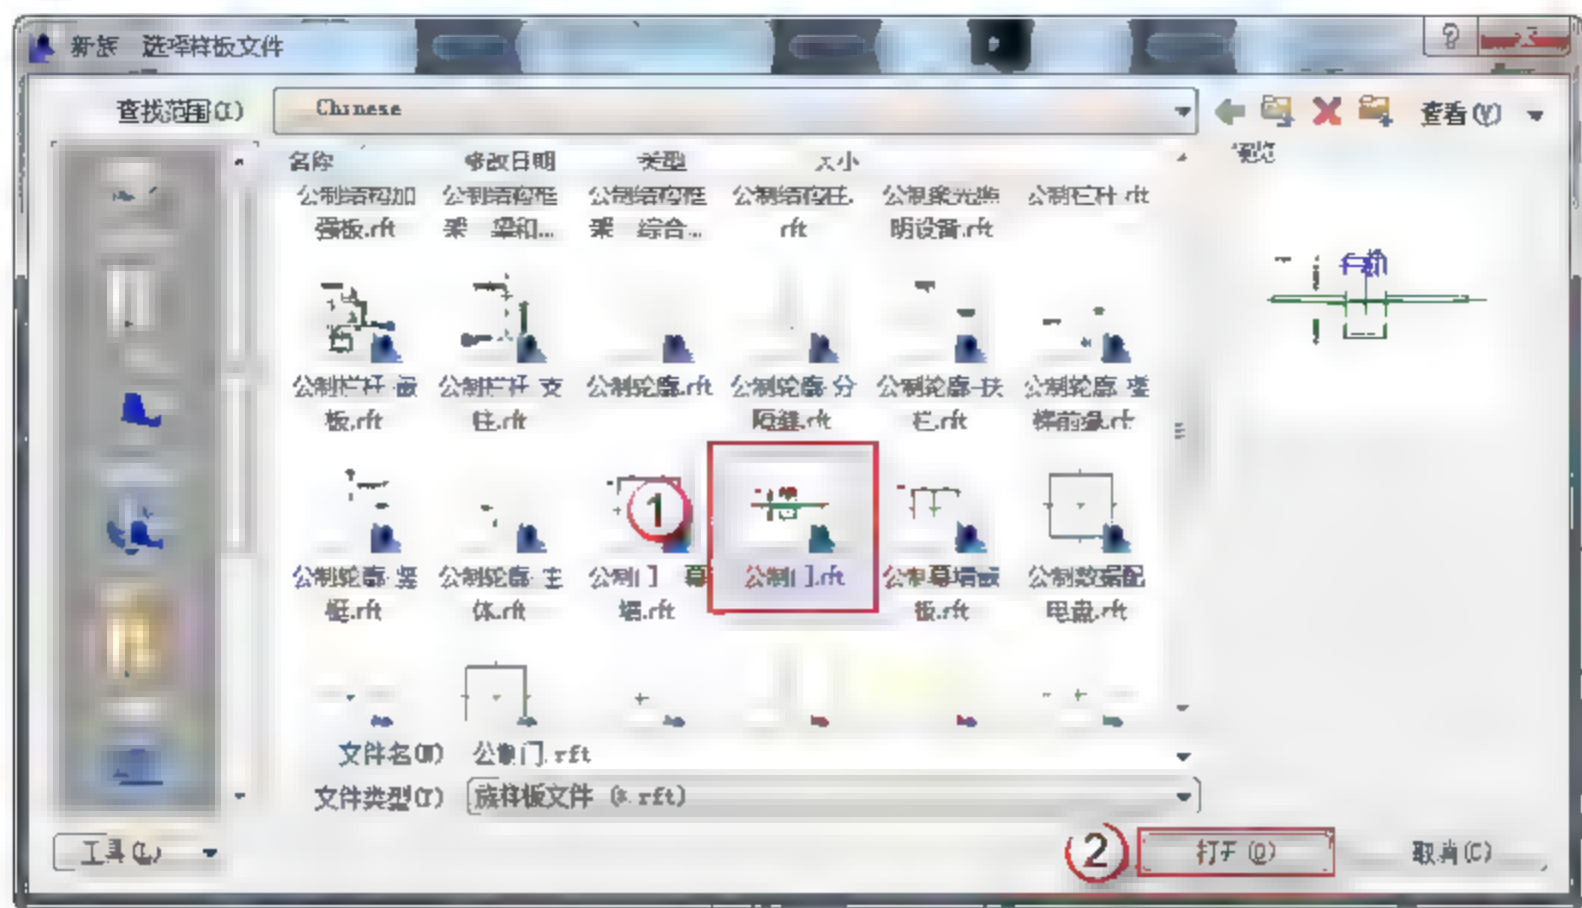

图 6.3.39 “新族-选择样板文件”对话框
(1) 选择“公制门.rft”族样板。选择“程序”→“新建”→“族”命令，在弹出的“新族-选择样板文件”对话框中选择“公制门.rft”文件，单击“打开”按钮，进入门族的设计界面，如图 6.3.39 所示。